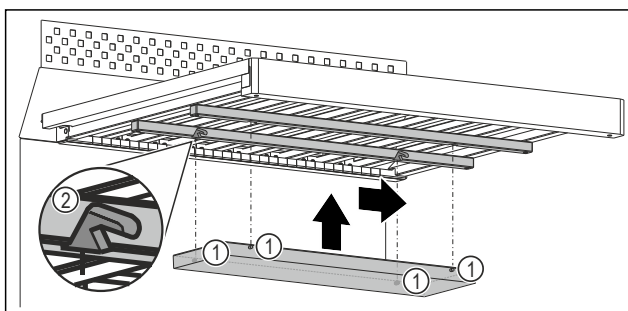

Fig. 159 Représentation à titre d'exemple
- Insérer chaque tenon Fig. 159 (1) dans l'évidement Fig. 159 (2) correspondant des baguettes situées sous la grille en bois.